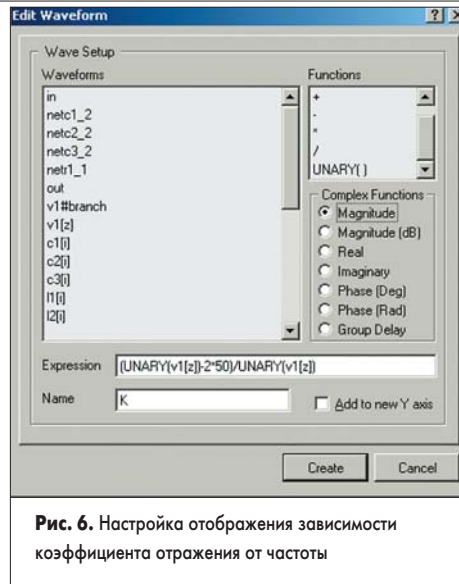
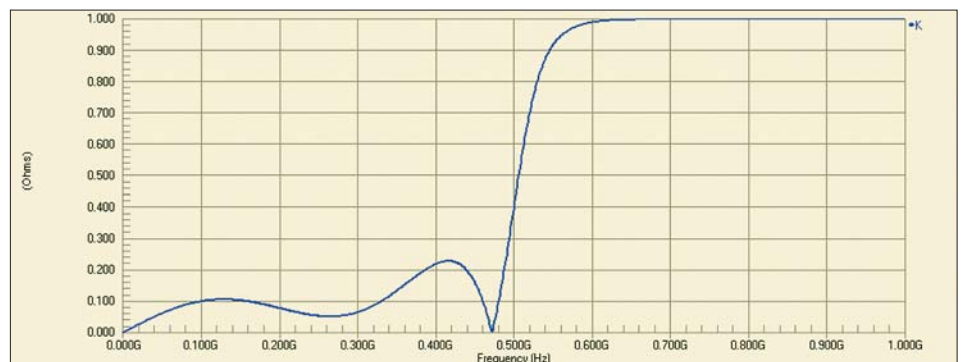
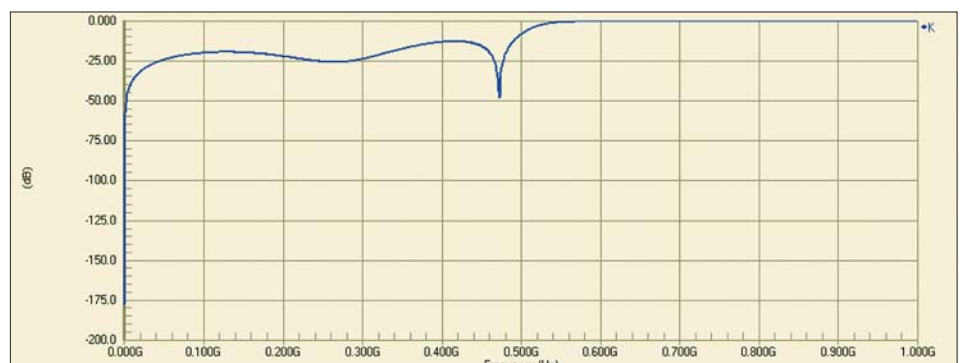

Рис. 6. Настройка отображения зависимости коэффициента отражения от частоты
Рис. 7. Зависимость коэффициента отражения по входу фильтра от частоты
Рис. 8. Зависимость возвратных потерь фильтра от частоты
15. В окне Edit Waveform (рис. 6) в поле Complex Functions включим опцию отображения амплитуды сигнала Magnitude, в поле Name введем «K», текстовое поле Expression введем «(UNARY(v1[z])-2*50)/UNARY(v1[z])» и нажмем кнопку Create. Вид графика изменится (рис. 7).
17. В окне Edit Waveform (рис. 6) в поле Complex Functions включим опцию отображения амплитуды сигнала в децибелах Magnitude (dB) и нажмем кнопку Create. Вид характеристики изменится (рис. 8).